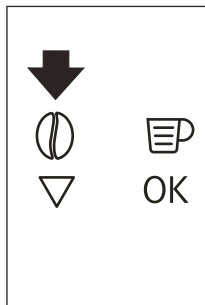

Fig. 15
- El aparato está programado para hacer café con sabor normal. También puede seleccionar café con sabor extra suave, suave, normal, fuerte o extra fuerte. Además, existe la opción de café premolido. Para seleccionar el sabor deseado, pulse varias veces la tecla táctil ☉ (B4) (Fig. 15). Aparece el sabor de café deseado.